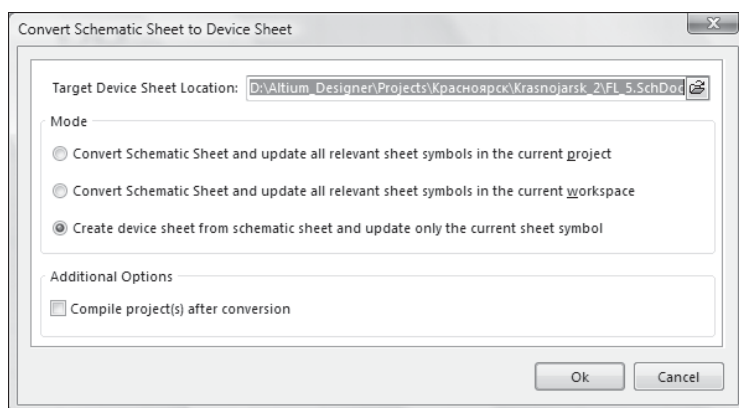

Рис. 4.23. Выбор пути преобразования
- командой меню **Edit | Refactor | Convert selected Schematic Sheet to Device Sheet** открыть диалоговое окно преобразования схемного символа в иерархический элемент **Convert Schematic Sheet to Device Sheet** (рис. 4.23);